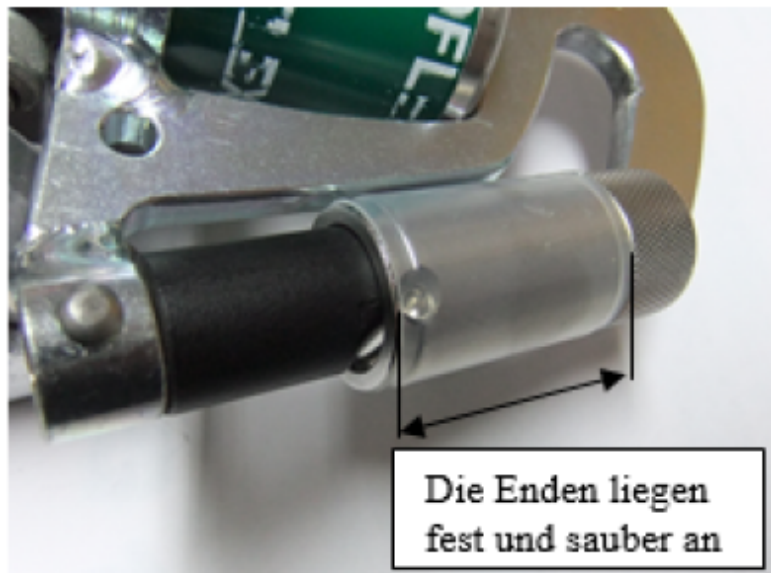

Bild Nr.2
6.1 Zugkraft- Miniatur- Sensor Typ K100. (Bild Nr.2)
8.2 Bild Nr.2: Läufer mit einer Hand auf Freilauf überprüfen. Durch zurücklehnen in den Gurt, langsam die Zugkraftbegrenzung bis zum stoppen des Läufers auslösen. Die angezeigten Werte, Freilauf und stopp des Läufers, am Auswertegerät ablesen und in das Endabnahmeprotokoll eintragen.